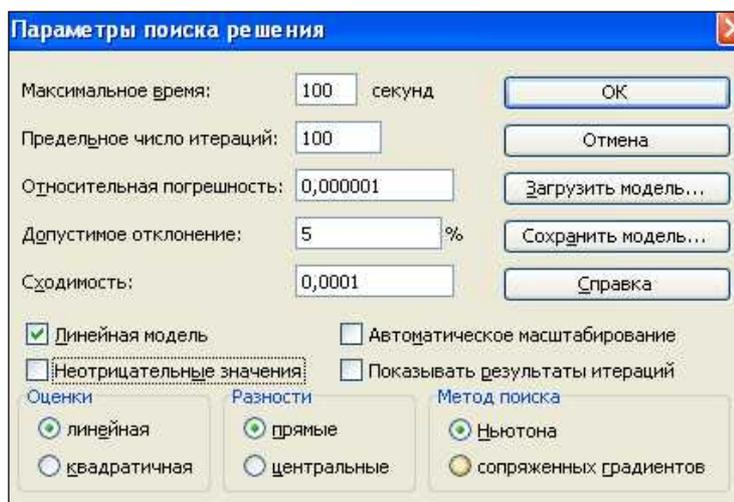

Рис. 9. Настройка Параметров поиска решения
7. Задав ограничения, из окна ПОИСК РЕШЕНИЯ кнопкой ПАРАМЕТРЫ вызовите окно ПАРАМЕТРЫ ПОИСКА РЕШЕНИЯ, где установите флажок ЛИНЕЙНАЯ МОДЕЛЬ и нажмите ОК (флажок НЕОТРИЦАТЕЛЬНЫЕ ЗНАЧЕНИЯ можно в нашем случае и не устанавливать, т.к. в ограничениях эти условия уже предусмотрены и являются избыточными) - Рис. 9.